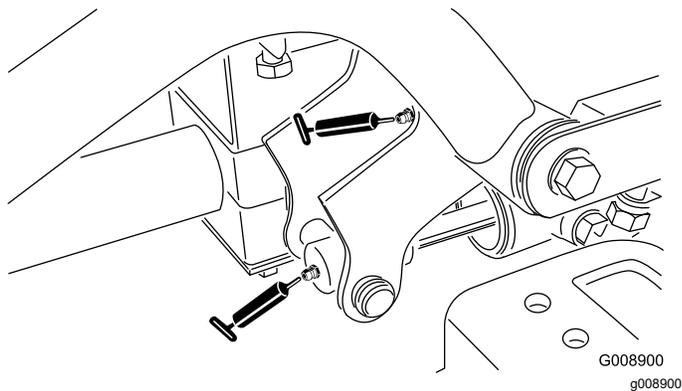

Bild 51
- Rechte vordere Hubarm-Drehbüchsen und Hubzylinder (2) (Bild 51)